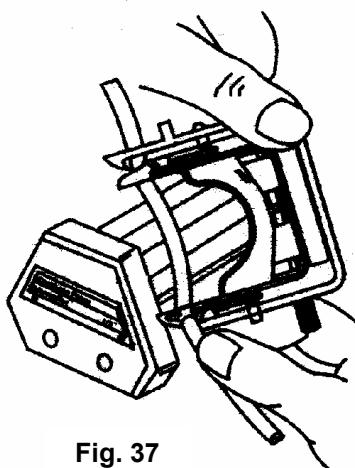
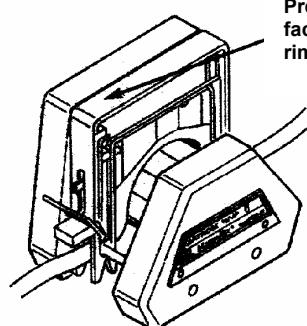

Fig. 37
Fig. 38
Collocare la cassetta col tubo montato sul rotore e abbassare la linguetta (vedi fig. 37) fino a quando il dente di arresto non incasca (vedi fig. 38). **Avvertenza:** se necessario premere la cassetta portatubo verso il basso, nel punto indicato in fig. 38, per facilitarne sia l'incastro che la rimozione.
- Premere sulla cassetta dal lato del dente di arresto (vedi fig. 38) e liberare l'estremità uncinata dall'asta verso l'esterno.